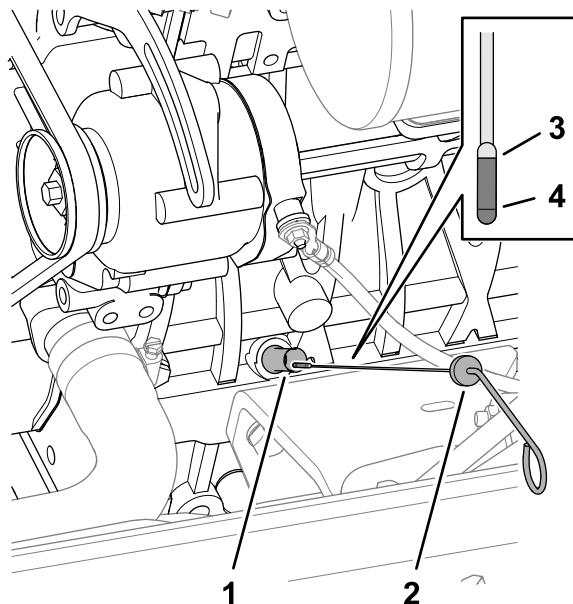

Figura 67
- En el lado derecho del motor, retire la varilla del tubo de la varilla (Figura 67) y límpie la varilla con un trapo limpio.